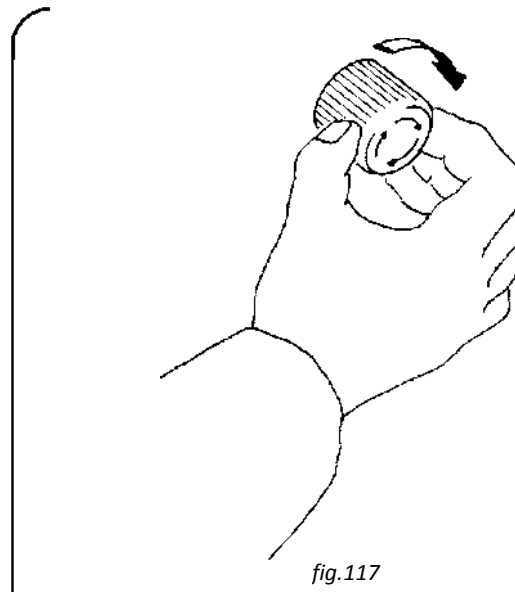

fig. 117
5. Czerwony przycisk „awaryjnego zatrzymania” w kształcie grzyba ustawić w pozycji umożliwiającej ruch (rys. 117).